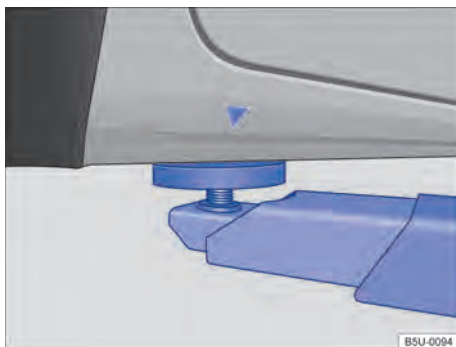
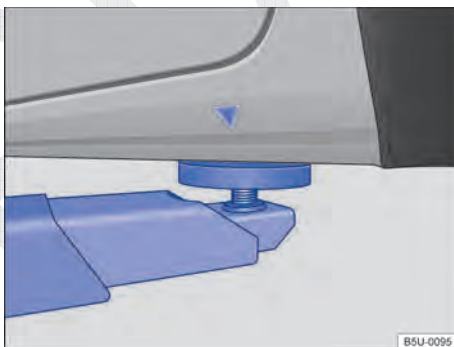

Fig. 144 Pontos de apoio dianteiros para a suspensão com plataforma elevatória ou com macaco.
Fig. 145 Pontos de apoio traseiros para a suspensão com plataforma elevatória ou com macaco.
O veículo deve ser suspenso somente pelos pontos indicados nas figuras ⇒ **Fig. 144** e ⇒ **Fig. 145**. Se o veículo não for suspenso pelos pontos indicados, podem ocorrer danos no veículo ⇒ ⓘ e ferimentos graves ⇒ ⚠.
- Suspender o veículo somente pelos pontos indicados nas figuras ⇒ Fig. 144 e ⇒ Fig. 145. Se o veículo não for suspenso pelos pontos indicados, o veículo pode cair da plataforma elevatória quando, por exemplo, o motor ou a suspensão for desmontado.